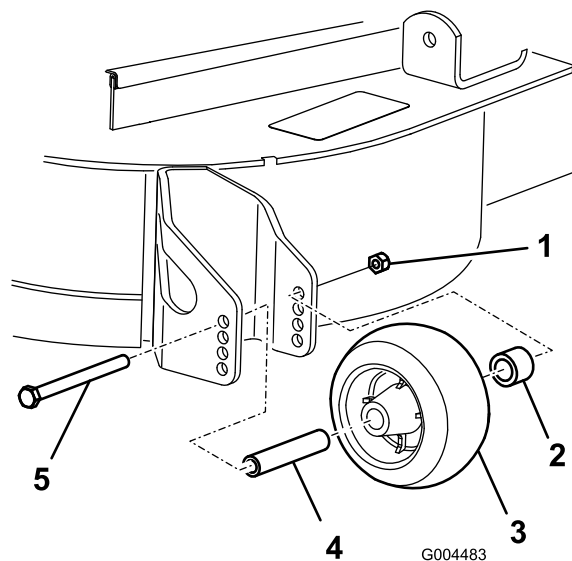

Figura 22
Nota: Aperte com 54–61 Nm (Figura 22).
- Depois de regular a altura de corte, ajuste os rolos retirando a porca flangeada, a bucha, a cunha e o parafuso (Figura 22).